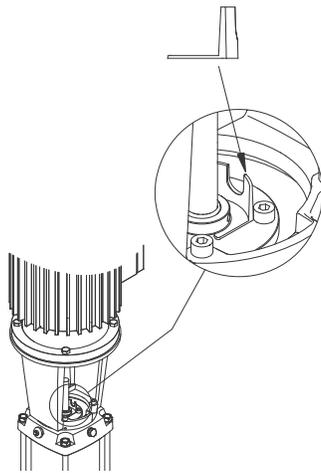

Fig. 19 Réglage accouplement, CR, CRN 32, 45, 64, 90, 120, et 150
2. Placer la fourche de réglage plastique sous le collier de joint cartouche. Voir fig. 19.